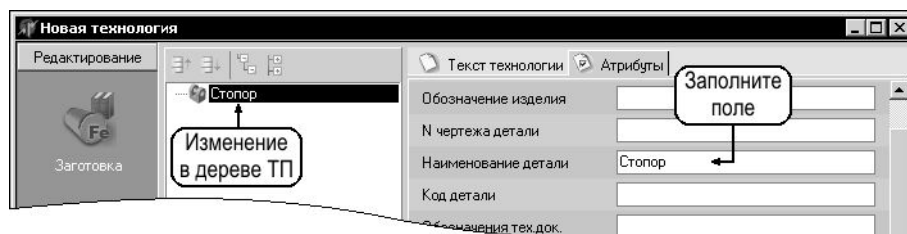

Рис. 9.2. Заполнение поля **Наименование детали**
1. В поле **Наименование детали** замените значение «Новая деталь» на наименование детали. Введенное значение (например, «Стопор» на рис. 9.2) автоматически отобразится в «корне» дерева ТП.